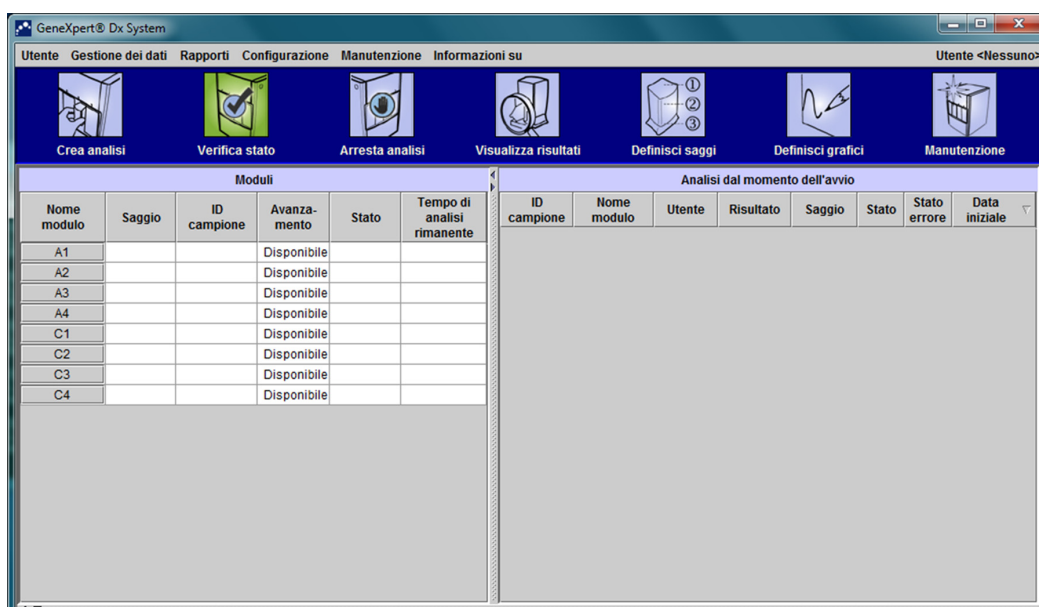

Figura 2-65. Finestra GeneXpert Dx System
2. Nella finestra di dialogo Gestione database, fare clic su **NO** per procedere. Viene visualizzata la schermata GeneXpert Dx System (vedere la Figura 2-65).